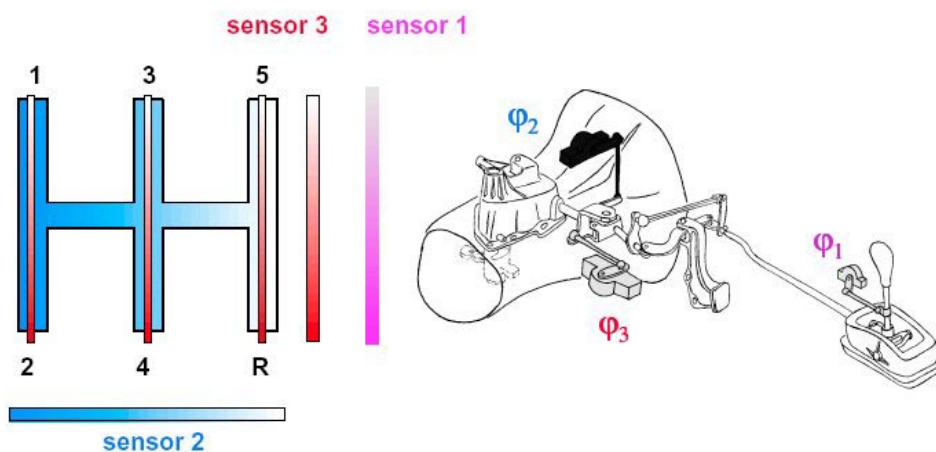

Figura 15. Sensores de reconocimiento e intención del cambio
- Un sensor de intención de cambio instalado en la palanca de velocidades y otros dos para el reconocimiento de la velocidad seleccionada (Figura 15).